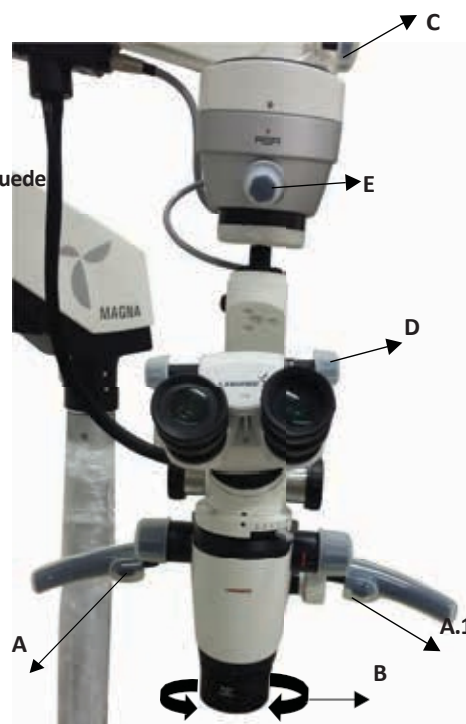

Fig. 19
- Optimice la posición del brazo de equilibrado automático (ABA) utilizando los movimientos del embrague indicados como (A) y (A.1) para obtener el campo de visión adecuado, tal y como se muestra en la fig. 19.
- La distancia de trabajo deseada se puede obtener girando el anillo indicado como (B) en la lente del objetivo variable. El enfoque fino se puede realizar con el mismo anillo, tal y como se muestra en la fig. 19.
- Tras enfocar, bloquee los movimientos del brazo giratorio, del brazo de suspensión y del brazo ABA mediante los mandos de bloqueo indicados como (C) en la fig. 19.
- La iluminación se controla mediante el mando de control de intensidad indicado como (E). Gírelo en sentido horario o antihorario para alcanzar el nivel de iluminación deseado, tal y como se muestra en la fig. 19.
- c. Véase la fig. 19. Utilice los botones de embrague indicados como (A) en el mango izquierdo y (A.1) en el mango derecho para centrar el área de interés en el campo de visión.